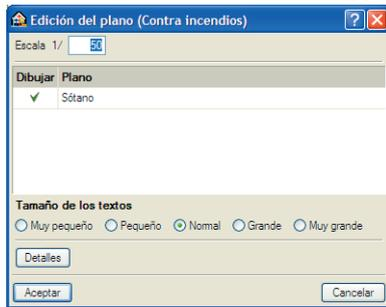

Fig. 1.46
- Pulse el primer icono  **Añadir nuevo elemento a la lista** y acepte la edición del plano mostrada en la figura (Fig.1.46)